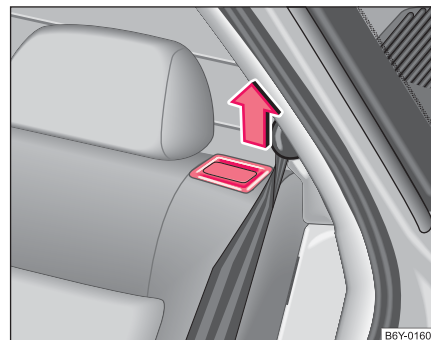

Fig. 49 Débloquer le dossier
- Tirer sur le bouton de déverrouillage du dossier et rabattre celui-ci vers l'avant $\Rightarrow$ page 69, fig. 49.